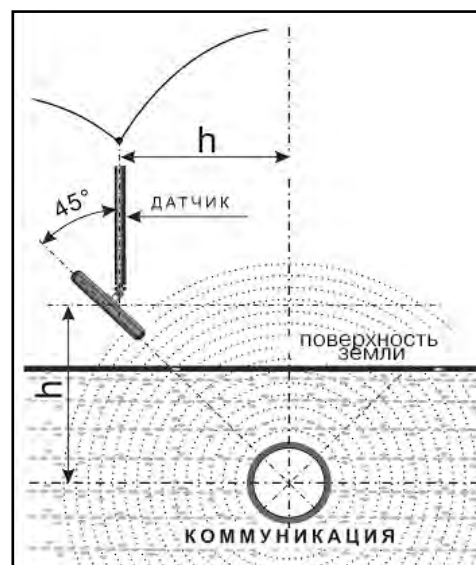

Рис.8.1
2. При положении антенны ЭМД перпендикулярном трассе и под углом 45° к поверхности земли, минимум сигнала наблюдается на удалении от точки «над трассой», равном глубине залегания коммуникации, когда ось антенны пересекает ось трассы. Это косвенный метод измерения глубины залегания коммуникации (рис.8.1)